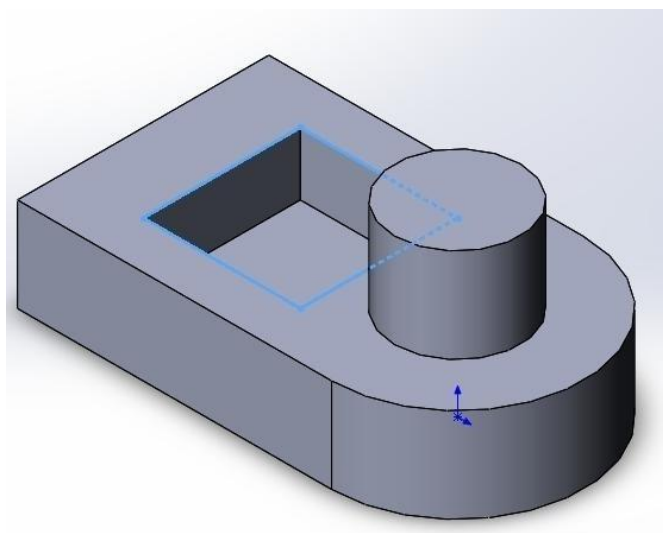

Рисунок 1.22 - Створення витягнутого вирізу
5.3. Активувати функцію "Витягнутий виріз" і встановити значення 20 мм. Результат дії зазначеної функції представлено на рис. 1.22.